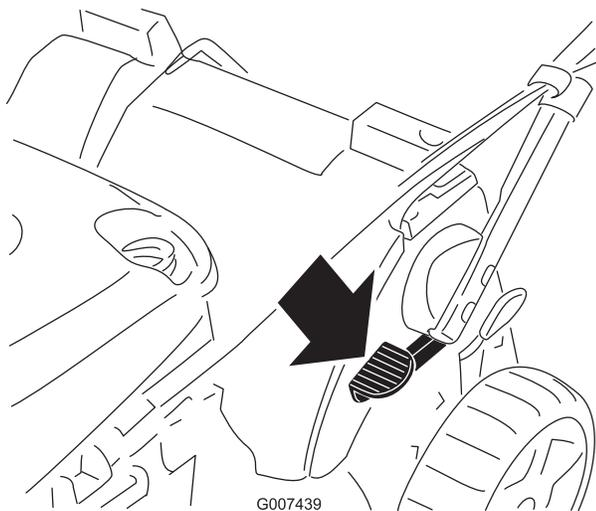

Figura 53
1. Premete il pedale col piede e tenetelo premuto (Figura 53).